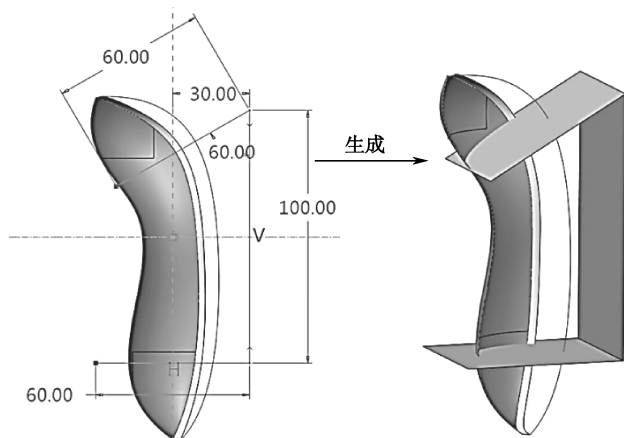

图 7-146 基准面建立“拉伸 3”
(2) 单击【模型】→  按钮，弹出【拉伸】操控面板。在操控面板上，选择【拉伸为曲面】。单击【放置】→【定义】，选择绘图区中的 RIGHT 平面作为草绘平面，TOP 平面作为参照平面，参考方向为顶。单击【草绘】进入草绘模式。使用线链工具  进行拉伸截面草绘，如图 7-146 所示，拉伸深度为 50.00，绘制完成后单击  按钮，得到拉伸基准平面“拉伸 3”。